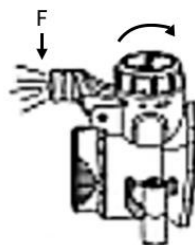

fig. 7
7. Tournez le couvercle d'interrupteur de pile de 30° dans le sens horaire pour activer la lampe à DEL (F) (fig. 7).